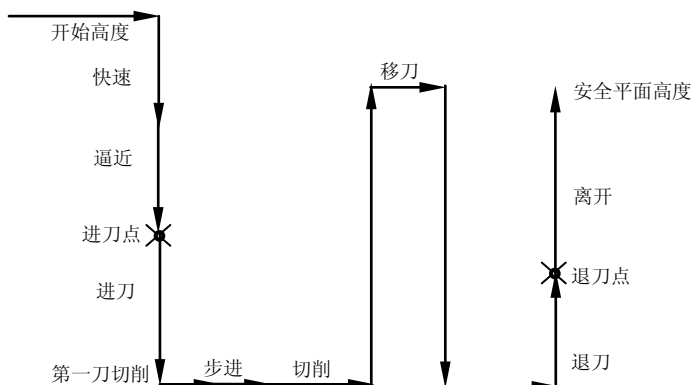

图 3.3.26 进给和速度示意图
- **进给率** 选项区域的 **更多** 选项组中各选项的说明如下 (刀具的进给和速度示意图如图 3.3.26 所示)。